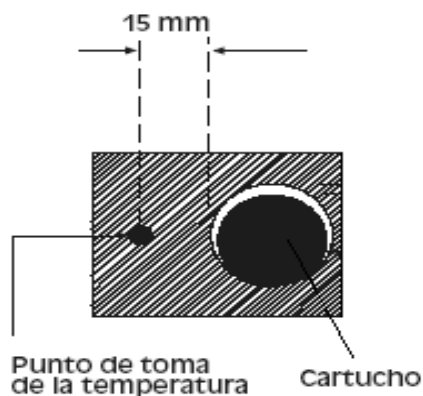

Figura 2.11.- Instrucciones de montaje
- Es imprescindible la regulación de la temperatura y para esto le recomendamos que la toma de temperatura no debe estar a más de 15 mm. del cartucho tal como le demuestra la figura 2.11